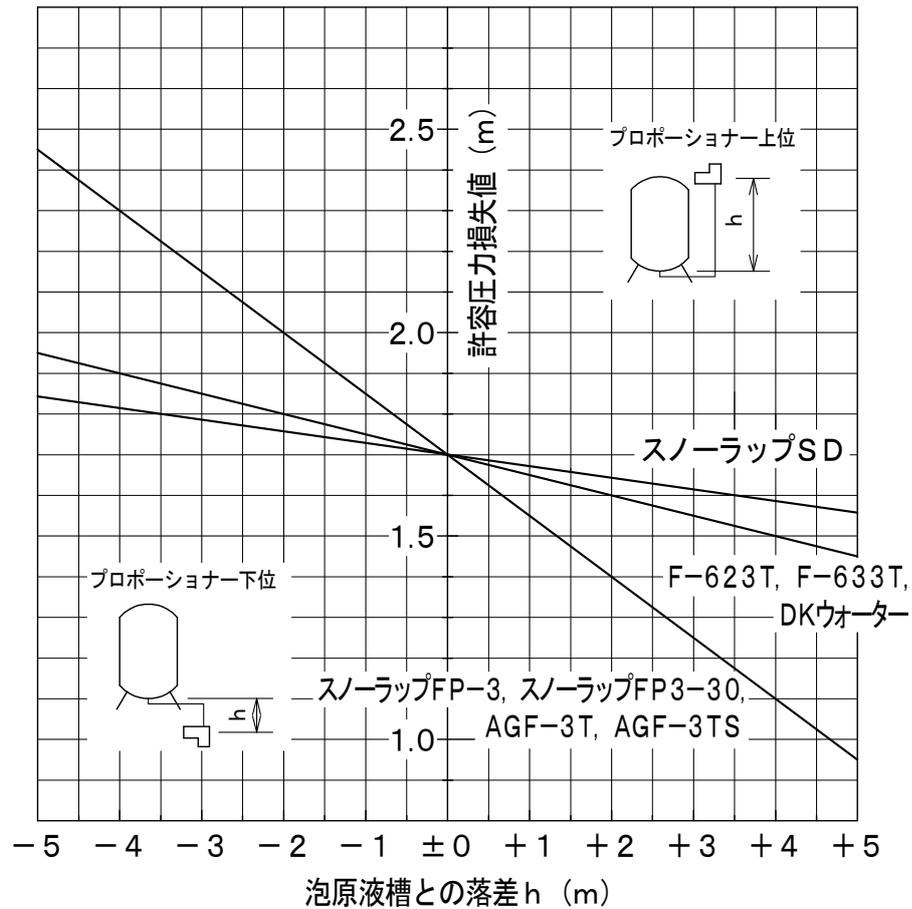

図2 最大流量時の泡消火薬剤配管の許容圧力損失
③図2により、泡消火薬剤の種類および泡原液槽とデマンドプロポーションナーの落差から、最大流量時の泡消火薬剤配管の許容圧力損失値を求めます。